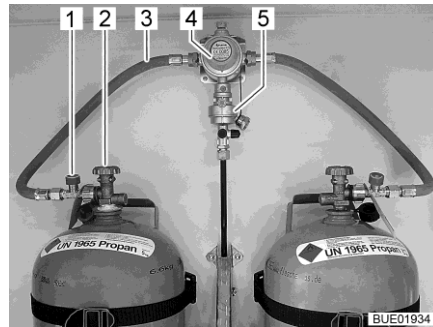
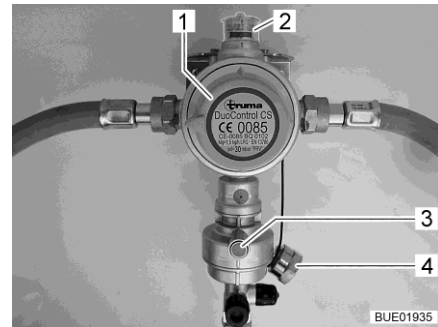

Bild 57 Gasflaschen mit DuoControl
Bild 58 DuoControl-Regelanlage
Die DuoControl-Regelanlage besteht aus einem Umschaltventil (Bild 57,4) und dem Crashsensor (Bild 57,5). Die DuoControl-Regelanlage ist zwischen den Gasschläuchen (Bild 57,3) mit Schlauchbruchsicherung (Bild 57,1) montiert. Mit dem Drehknopf (Bild 58,1) am Umschaltventil kann bestimmt werden, welche der Gasflaschen als Betriebsflasche und welche als Reserveflasche verwendet wird.
Am Sichtfenster (Bild 58,2) wird der Status der Gasversorgung angezeigt:
Der Betrieb mit nur einer Gasflasche ist zulässig, allerdings muss der offene Anschluss in diesem Fall mit dem Blinddeckel (Bild 58,4) verschlossen werden.
Der Crashsensor sperrt die Gaszufuhr bei erheblicher Erschütterung (z. B. Unfall) ab. Der Crashsensor wird durch Drücken des grünen Resetknopfs (Bild 58,3) in Betrieb genommen.
Die Schlauchbruchsicherung (Bild 57,1) sperrt den Gasfluss, wenn der angeschlossene Schlauch bricht. Die Schlauchbruchsicherung muss durch Drücken der grünen Taste aktiviert werden.
**Bedieneinheit** An der Bedieneinheit (Bild 59) wird die Gaszufuhr über die DuoControl-Regelanlage ein- und ausgeschaltet. Die Haupt-Absperrventile (Bild 57,2) der Gasflaschen und die Gasabsperrentile der Geräte müssen von Hand geöffnet werden.
- Mit dem Drehknopf (Bild 58,1) am Umschaltventil die Gasflaschewählen, der vorrangig das Gas entnommen werden soll (Betriebsflasche). Den Drehknopf immer bis zum Anschlag drehen.
- Haupt-Absperrventile (Bild 57,2) an den Gasflaschen öffnen.
- Grüne Taste der Schlauchbruchsicherung (Bild 57,1) drücken. Am Sichtfenster (Bild 58,2) wird die grüne Markierung angezeigt.
- Haupt-Absperrventile (Bild 57,2) an den Gasflaschen schließen.
Wenn die grüne Kontroll-Leuchte (Bild 59,6) während des Betriebs erlischt und die rote Kontroll-Leuchte (Bild 59,5) aufleuchtet, ist die Betriebsflasche leer und muss gewechselt werden. Am Sichtfenster (Bild 58,2) wird die rote Markierung angezeigt. Die Reserveflasche versorgt die Gasverbraucher weiterhin mit Gas.
- Drehknopf (Bild 58,1) eine halbe Drehung in Richtung der aktuell verwendeten Gasflasche drehen. Damit ist diese Gasflasche jetzt die Betriebsflasche, die leere Gasflasche wird zur Reserveflasche. Die Markierung im Sichtfenster (Bild 58,2) wechselt von rot auf grün.
- Haupt-Absperrventil (Bild 57,2) an der leeren Gasflasche schließen. Pfeilrichtung beachten.
- Grüne Taste der Schlauchbruchsicherung (Bild 57,1) drücken.